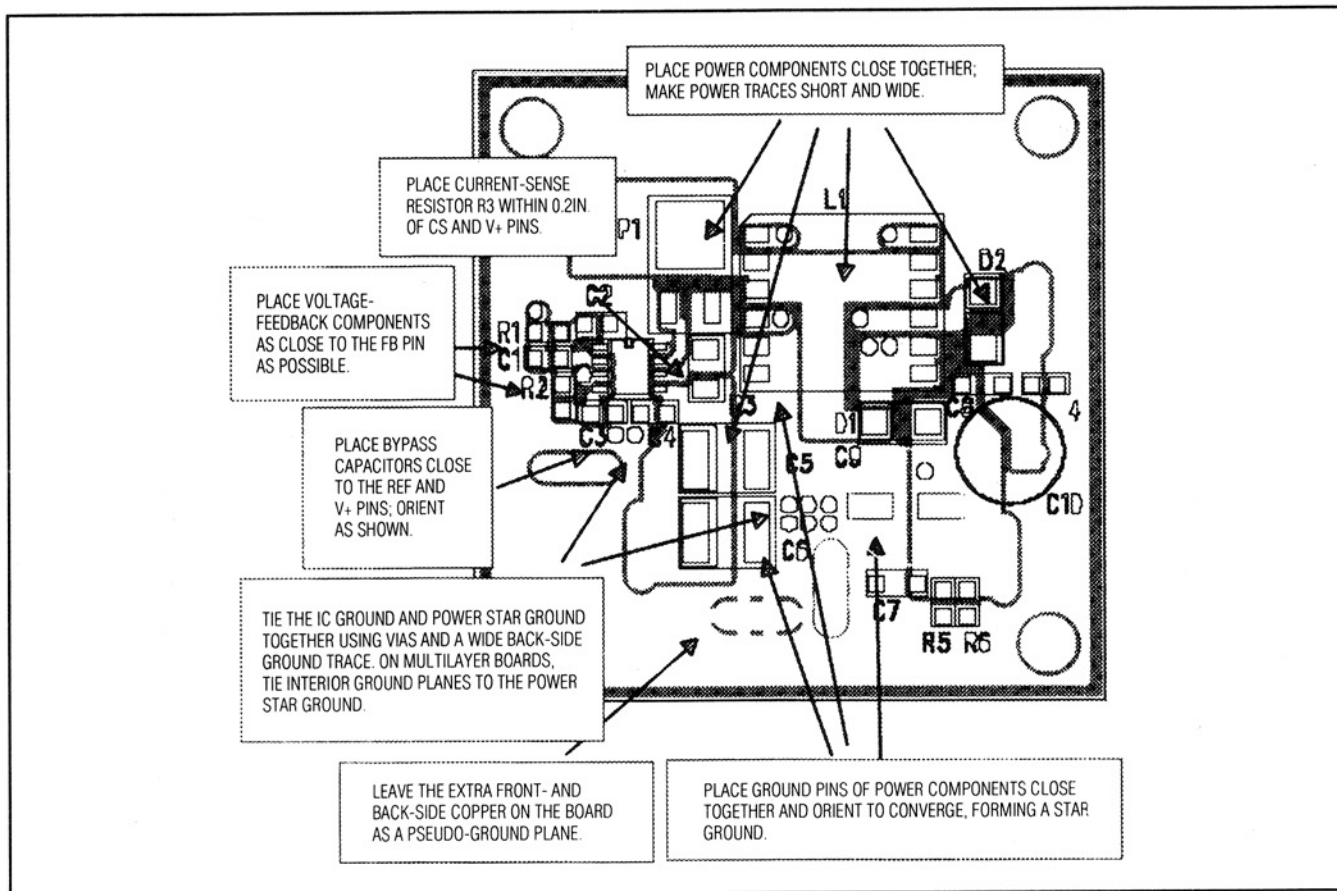

図9. 重要なレイアウト上の注意点
- 4) トランスL1のグランドピン(C5、C6及びC10)は、上面の銅配線を擬似グランドプレーンとして使用し、スターグランド構成で共通グランドポイントに配線します。多層ボードの場合は、バイアスを使用してこのスターグランドを内部グランドプレーンに接続します。電源コンポーネントとコントローラIC(図9)に対して別のスターグランドを構成し、幾つかのバイアスを使用してボードの裏側へこれらカップリングします。